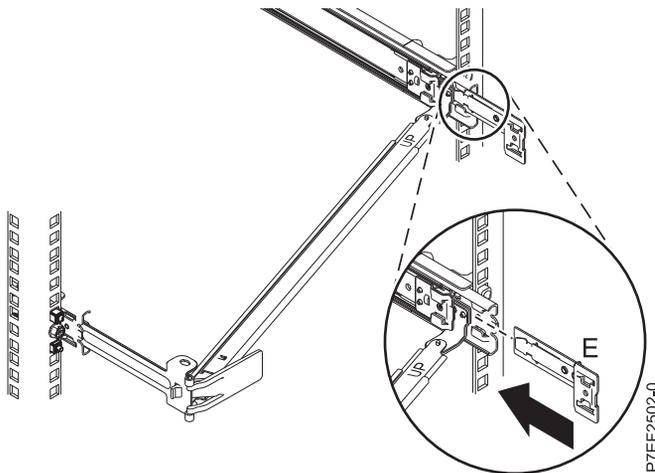

Figura 12. Colocación de la pieza de extensión en el riel deslizante
5. Deslice la abrazadera de extensión (E) en el riel deslizante derecho hasta que la patilla accionada por resorte quede encajada en su sitio. Para obtener detalles, consulte la Figura 12.